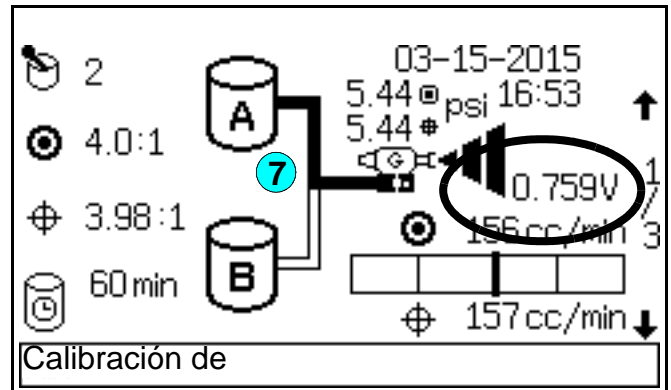

FIG. 98. Pantalla de estado
5. Vuelva a la **Pantalla de estado** (vea la FIG. 98). La barra de estado en la parte baja de la pantalla indicará que la Calibración de mezcla está en curso.
7. En la **Pantalla de estado** (vea FIG. 98), el voltaje comenzará a 0 y aumentará gradualmente a 3,3 V. El caudal también comenzará a aumentar durante la calibración, pero esto puede no mostrarse para los primeros aumentos de voltaje.